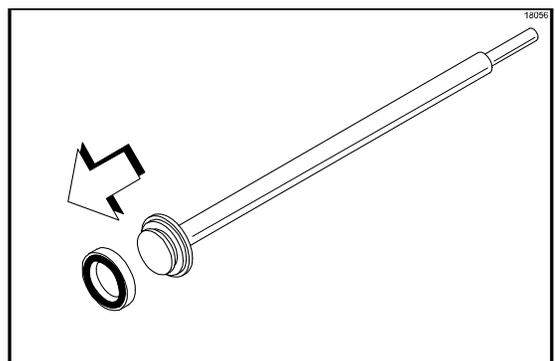

Figura 76
7. Separe el conjunto del sello del conjunto del émbolo. (Vea la figura 76).